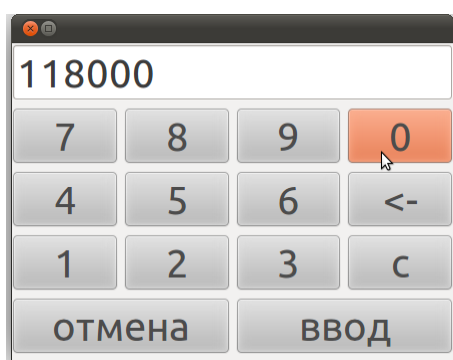
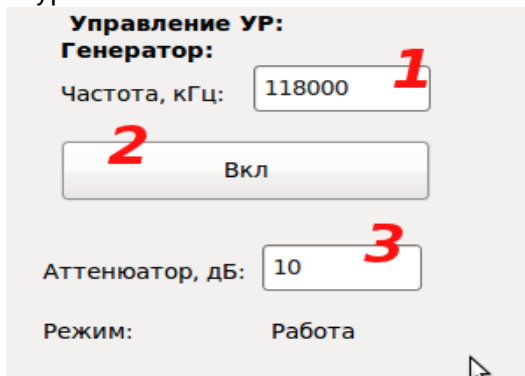

Рисунок 8
Рисунок 9
2.3.3.1 Для установки частоты генератора контрольного УР необходимо произвести нажатие на сенсорном экране на поле ввода «Частота, кГц» в группе «Управление УР, Генератор» (см. рисунок 9, метка 1). В текстовом поле виртуальной клавиатуры с помощью цифровых кнопок набрать необходимое значение частоты и нажать на кнопку «Ввод» (см. рисунок 8).
Включение или отключение генератора контрольного УР производится с помощью кнопки «Вкл/Откл» в группе «Управление УР, Генератор» (см. рисунок 9, метка 2).
Ввод ослабления сигнала производится (см. рисунок 9, метка 3) с помощью виртуальной клавиатуры. Значение ослабления аттенюатора должно быть в интервале от 0 до 31 дБ.